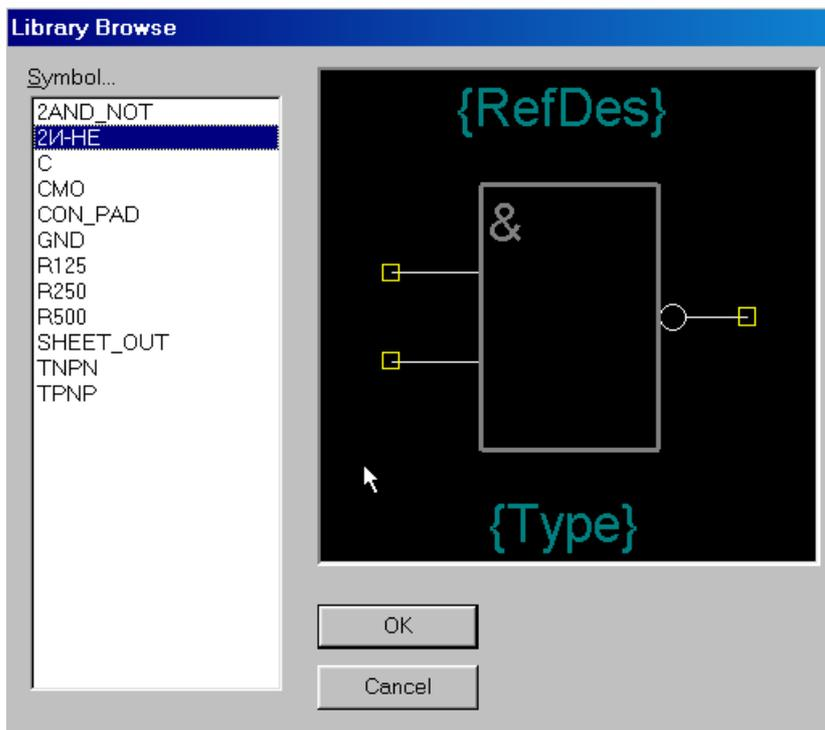
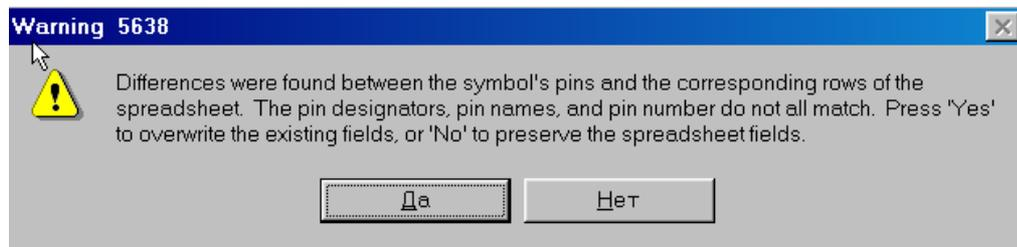

Рис. 8-26. Выбор символа для компонента
Рис. 8-27. Предупреждение о несогласованности указателей, имен и номеров выводов
8) Для выбора символа, помещаемого на схему, нажмите кнопку **Select Symbol.** и в окне **Library Browse** (см. рис. 8-26) выберите из списка нужный символ для компонента. В данном случае это созданный в подразделе 8.3 символ 2И-НЕ. После нажатия кнопки **OK** в данном окне может появиться предупреждение о несоответствии указателей, номеров и имен выводов (см. рис. 8-27). Нажмите кнопку «Да» для перезаписи существующих полей в электронной таблице.